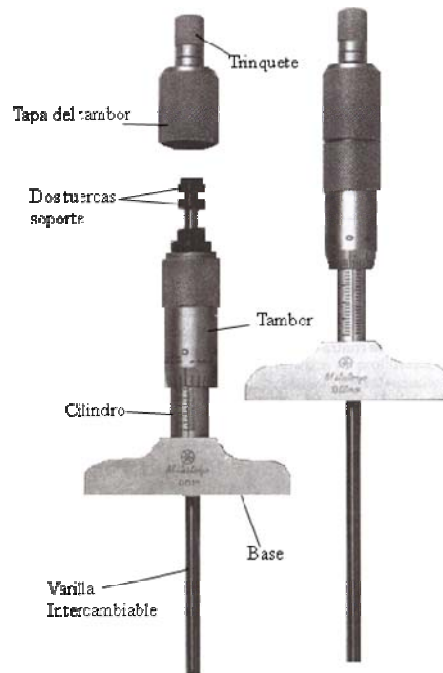

Figura 3.53
B. Micrómetro de profundidades tipo varilla intercambiable (figura 3.53)